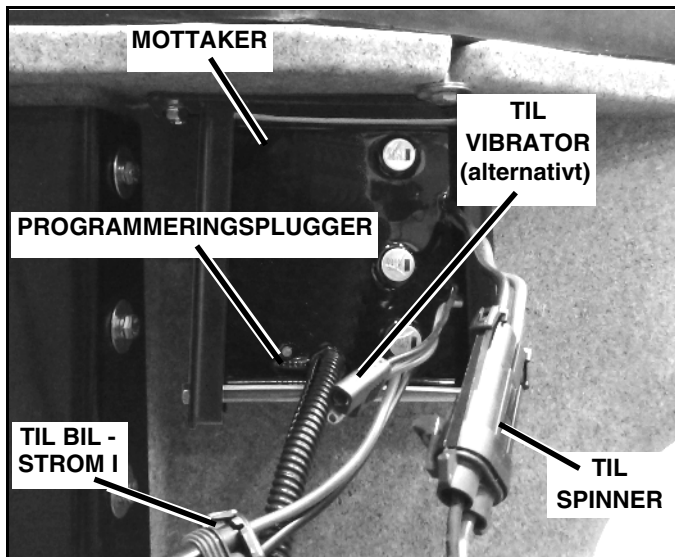

Figur 1-7
2. Ta mottaker-braketten ut av innpakningen og plasser den under den øvre kanten på spreder-trakten på førsiden. (Se Figur 1-7).